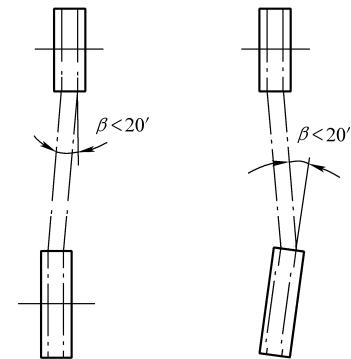

图2-5 带轮安装位置
(2) 带传动的安装和维护。
①选用V带时要注意带的截面形状和长度。带的截面形状应和带轮轮槽尺寸相符合。使用多根V带时应避免各根带的载荷分布不均，长度的最大允许差值应符合规定(其值可查GB/T13575.1—1992)。使用中应定期检查，如发现有V带出现疲劳撕裂现象，应及时更换全部V带。新旧不同的V带不能同时使用。
②安装时，两带轮的轴线应平行。两轮相对应的V型槽的对称平面应重合，误差 $\leq 20'$ ，如图2-5所示。
③带的工作温度 $\leq 60^{\circ}\text{C}$ ，带不宜与油、酸、碱等腐蚀性物质接触。
④带传动应加防护罩。
⑤装拆时不要硬撬，应先缩小其中心距，然后再装拆胶带。安装时应按规定的初拉力张紧胶带。